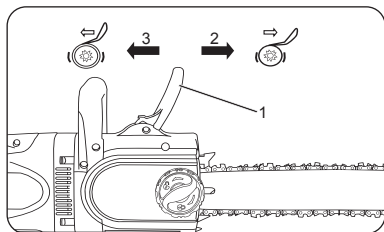

рис. 14
2. Тормоз включен (цепь не двигается), когда рычаг тормоза направлен вперед. В этом случае цепь не должна двигаться. (рис. 14)